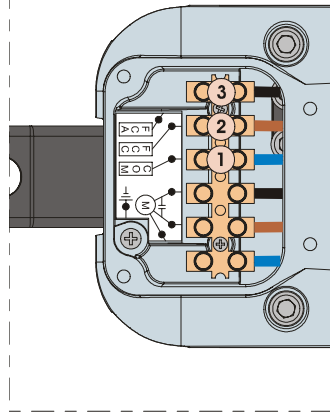

Abb. 17
- 3) Das Kabel einziehen und an die Klemmen anschließen, wobei die in der Tabelle Abb. 17 angegebenen Farben zu beachten sind.
- Bei der Verkabelung auf die Farben der Drähte laut Angaben in der Tabelle Abb. 17 achten.